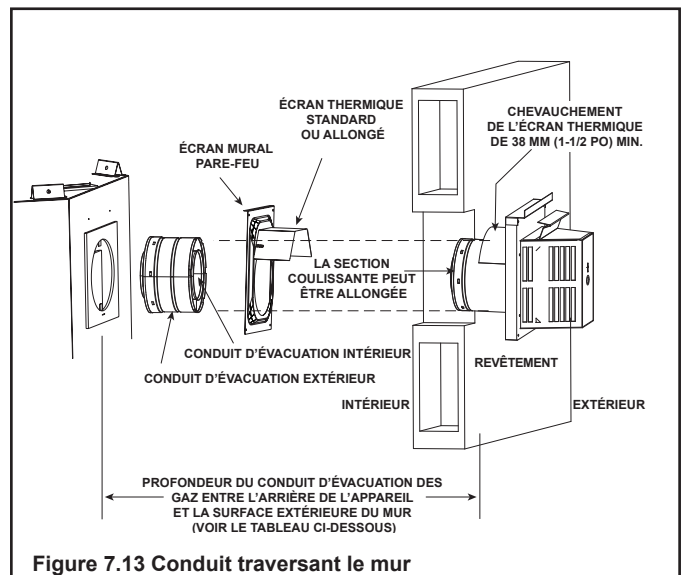

Figure 7.13 Conduit traversant le mur
- **NE PAS** enlever les écrans thermiques fixés à l'écran mural pare-feu et à l'extrémité du chapeau de l'extrémité horizontale (présenté à la figure 7.13).
L'écran thermique est en deux parties. L'une des parties a été fixée à l'écran mural pare-feu lors de la fabrication. L'autre partie a été fixée au chapeau de l'extrémité lors de la fabrication. Voir la figure 7.13.